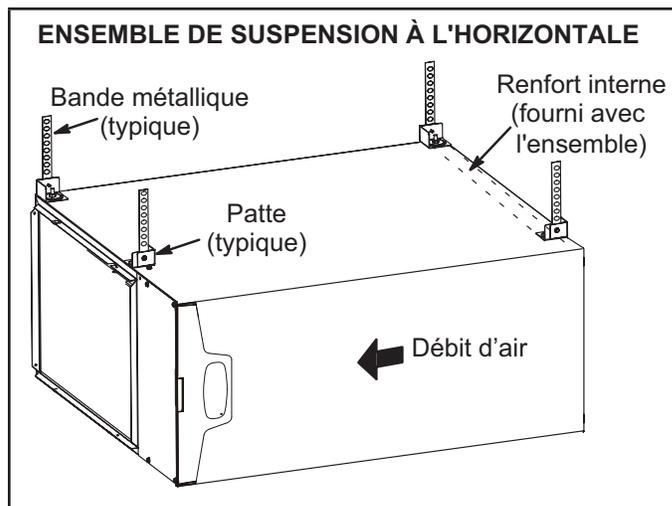
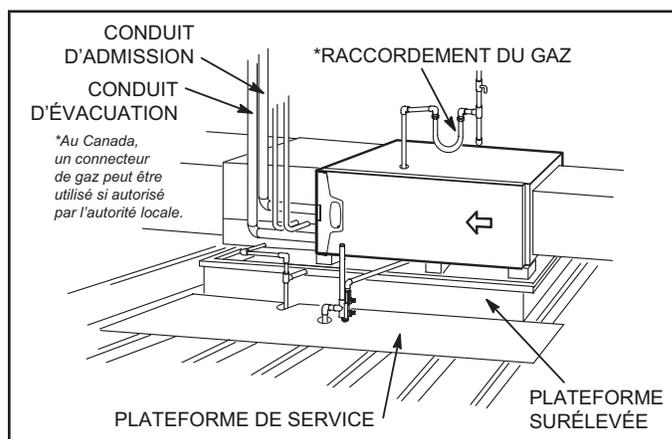

FIGURE 18
FIGURE 19
Ce générateur d'air chaud peut être installé dans un comble ou un vide sanitaire. Suspendez-le aux chevrons du toit ou aux solives du plancher comme illustré à la FIGURE 18 ou montez-le sur une plate-forme comme illustré à la FIGURE 19. Un ensemble de suspension à l'horizontale (51W10) peut être commandé auprès de Lennox ou remplacé par un dispositif équivalent.
- 2 - Construisez une plateforme surélevée en bois et la recouvrez d'un panneau de contreplaqué. Si l'unité est installée au-dessus d'un espace fini, installez un bac de drainage auxiliaire sous l'unité. Installez l'unité dans le bac comme illustré à la FIGURE 19. Prévoyez un dégagement de 8 po en dessous de l'appareil pour piège à condensat.